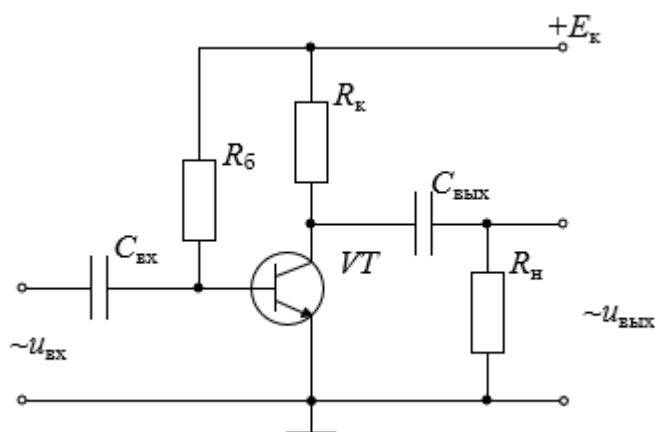

Рис. 2.3 Схема с общим эмиттером
- 1) с общим эмиттером (рис. 2.3);